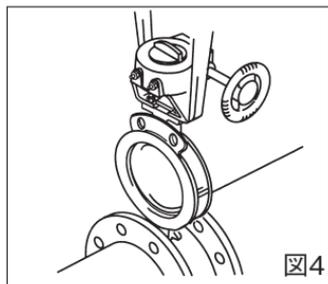

図4
I. 配管作業において、バルブの首部を傷つけないナイロンリング等でバランスを確認のうえ、吊り下げてください。駆動部を吊り下げるのは危険ですので絶対に避けてください。また吊荷の下に入らないでください。(図4)